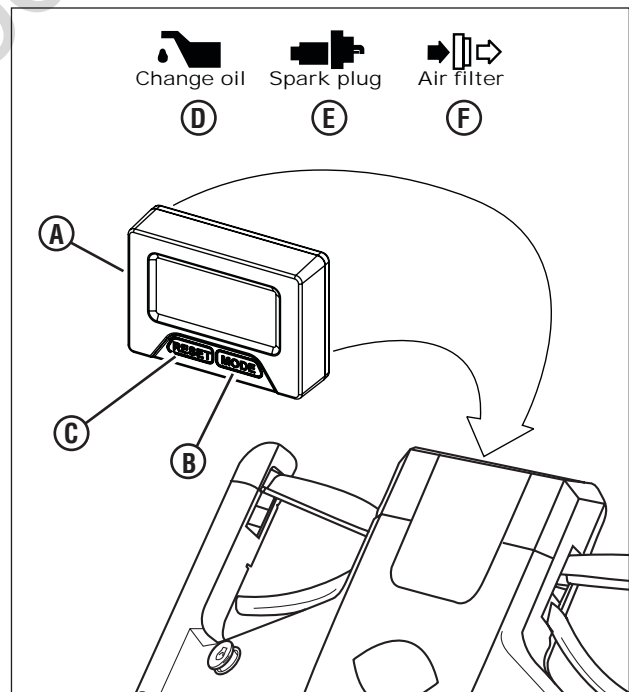

Figure 12 : Aide-mémoire d'entretien
L'aide-mémoire d'entretien (**A**, **Figure 12**) fournit des rappels opportuns des points d'entretien importants. Il est pourvu de six (6) modes d'affichage :